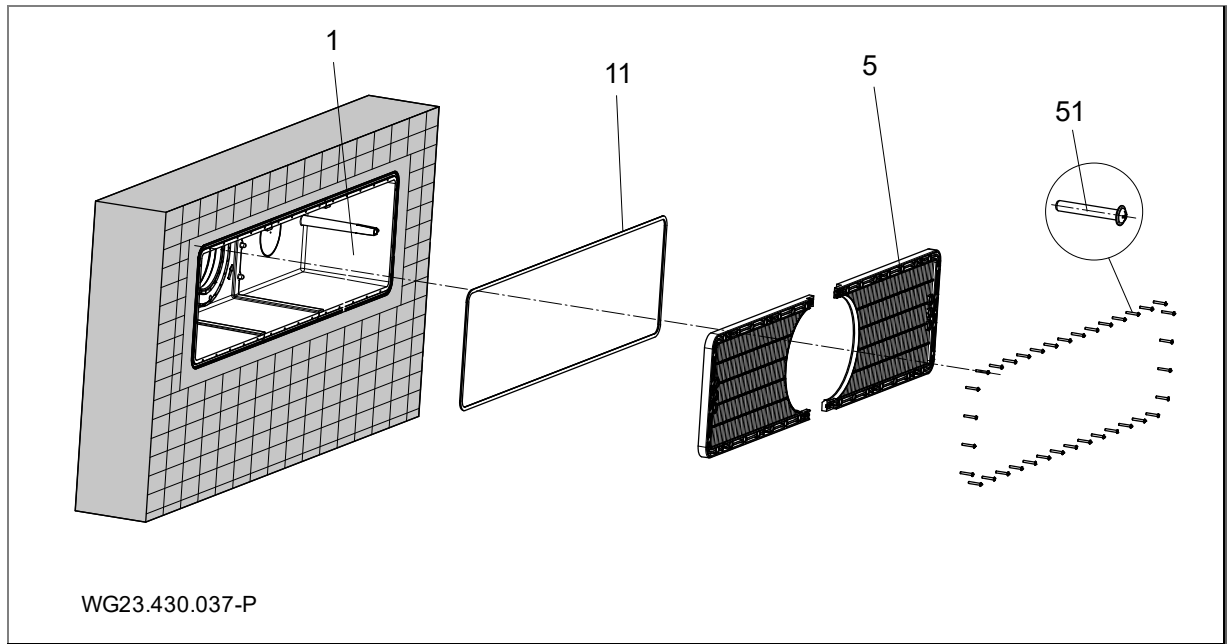

Fig. 8
Per l'impermeabilizzazione della parete in calcestruzzo, si consiglia di creare un anello circolare di resina epossidica/sabbia di quarzo sulla parete esterna dell'alloggiamento (1) sul lato della vasca. Vedere "Fig. 8" a pagina 17.